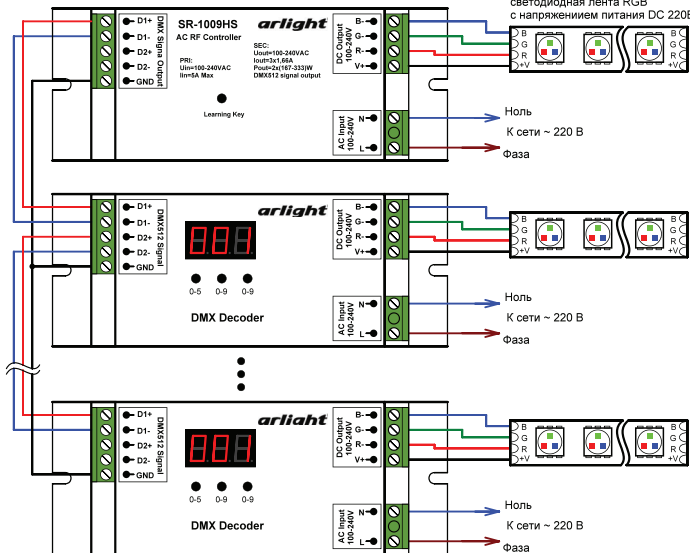

Рис.3. Использование контроллера с DMX декодерами.
3.13. Контроллер может выполнять функцию мастер-контроллера с выходным интерфейсом DMX512. Схема подключения контроллера и DMX декодера при таком использовании показана на Рис.3. На всех DMX декодерах должен быть установлен адрес 001.